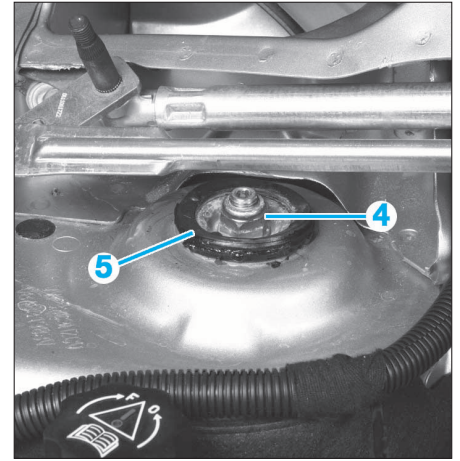

FIG. 11
- Déposer (Fig.11) :
- l'écrou (4) en immobilisant la tige d'amortisseur en rotation à l'aide d'un embout TORX 45
- la coupelle (5)